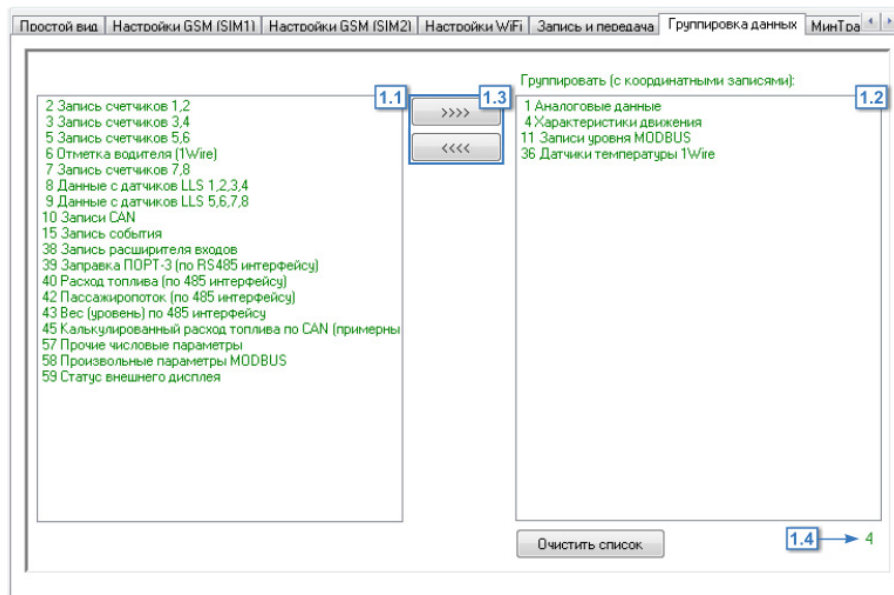

Рис.17. Группировка данных.
- выбрать параметры в списке слева (Рис.17, п.1.1);
- переместить выбранный параметр в список «Группировать» (Рис.17, п.1.2), используя кнопку «>>>>» (Рис.17, п.1.3) или перетащив при помощи левой кнопки мыши;
**Для удаления параметра из группы** необходимо выбрать этот параметр и нажать кнопку «<<<<<<» (Рис.17, п.1.3). Кнопка «Очистить список» позволяет удалить все параметры из группы. Количество параметров в группе отображается под списком группируемых параметров (Рис.17, п.1.4)